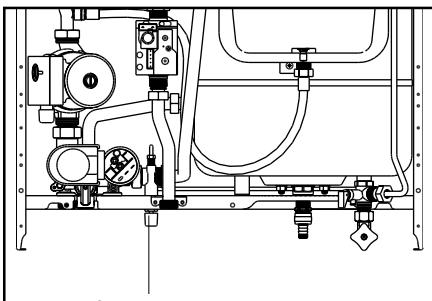

Fig. 20
El valor de presión tiene que estar incluido entre 1 y 1,5 bar, si es inferior abrir el grifo de llenado (fig. 20) y comprobar que la presión indicada por el manómetro llegue a aproximadamente 1 bar.
- verifique a pressão de carregamento da instalação de aquecimento indicada no manómetro (fig. 19). O valor de pressão deve ser incluído entre 1 e 1,5 bar, se estiver inferior abra a torneira de enchimento (fig. 20) e verifique que a pressão indicada pelo manómetro chegue a 1 bar